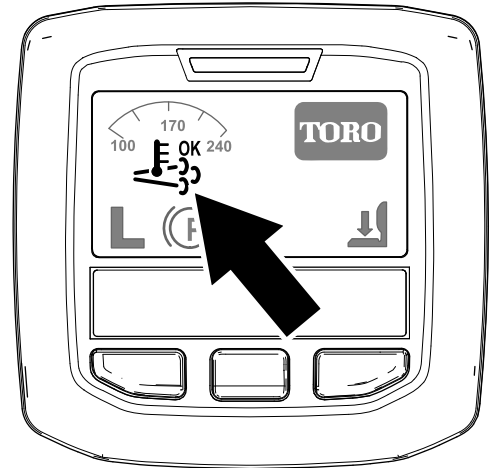

図 22
- インフォセンターに、アシスト/リセット再生アイコンが表示されます 図 22。